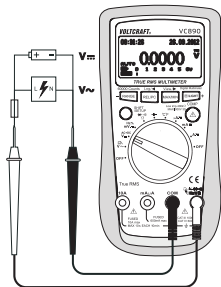

Abb. 2
2. Stecken Sie die rote Messleitung in die  $\text{^{\circ}CHzV}\Omega$ -Messbuchse (7), die schwarze Messleitung in die COM-Messbuchse (8) (Abb. 2).